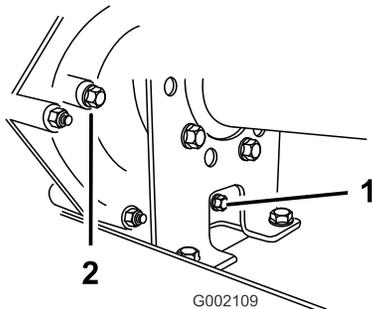
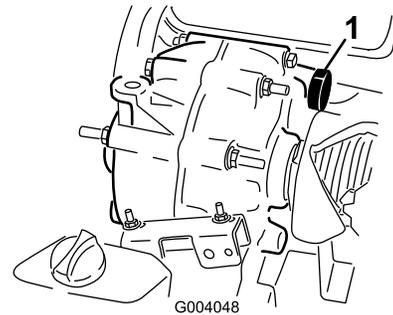

Figura 62
Figura 63
2. Pulite la superficie attorno al tappo di riempimento e di spurgo con un panno (Figura 62).
4. Estraete il tappo di riempimento facendolo girare in senso antiorario (Figura 62).
5. Estraete il tappo di spurgo facendolo girare in senso antiorario (Figura 62).
6. Installate e serrate il tappo di spurgo e la guarnizione del foro del tappo di spurgo della trasmissione (Figura 62).
7. Riempite il serbatoio (Figura 63) attraverso il foro di riempimento con circa 1,4 litri del fluido specificato o fino a quando il livello di fluido nella trasmissione non è a livello con il fondo delle filettature. (Figura 62).
8. Installate e serrate il tappo di riempimento e la guarnizione del foro del tappo di riempimento della trasmissione (Figura 62).
10. Controllate il livello del fluido e aggiungetene altro se è al di sotto delle filettature del foro del tappo di riempimento (Figura 62).